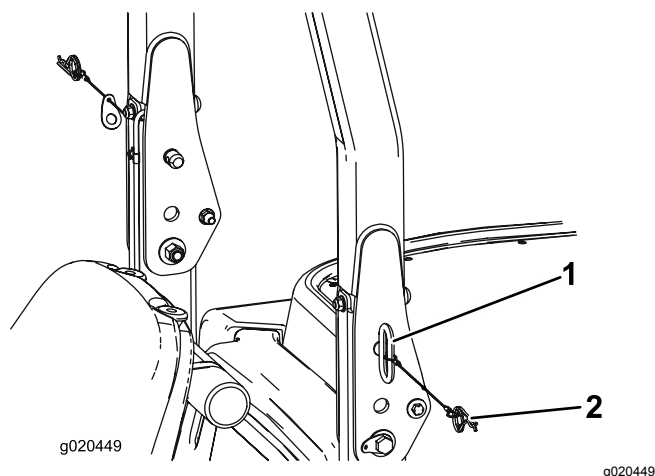

Figure 29
1. Pour abaisser l'arceau de sécurité, retirez les goupilles fendues puis les 2 axes (**Figure 29**).